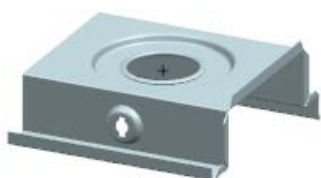
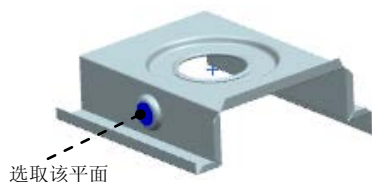

图 8.10.37 除料特征 1
图 8.10.38 定义草图平面
(4) 单击命令条中的“完成”按钮，完成特征的创建。
Step17. 创建图 8.10.37 所示的除料特征 1。
(1) 选择命令。在“主页”功能选项卡“钣金”工具栏中单击  按钮，选择  除料命令。
(2) 定义特征的截面草图。
① 选取草图平面。在系统  的提示下，选取图 8.10.38 所示的模型表面为草图平面。